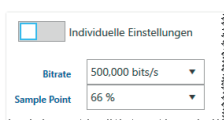

Abb. 2-18: Schalterstellung **Individuelle Einstellungen**
Stehen unter **Interfaces** zwei oder mehr CAN-Interfaces bzw. CAN-Interfaces mit mehreren Kanälen zur Verfügung, besteht die Möglichkeit, pro Interface/Interface-Kanal individuelle Einstellungen zu definieren. Hierfür muss bei dem betreffenden CAN-Interface die Schalterstellung (Abb. 2-17, ①) von **Default Einstellungen** auf **Individuelle Einstellungen** geändert werden. Abb. 2-18 zeigt den Schalter in der Position **Individuelle Einstellungen** mit den Interface- bzw. kanalspezifischen Einstelloptionen.